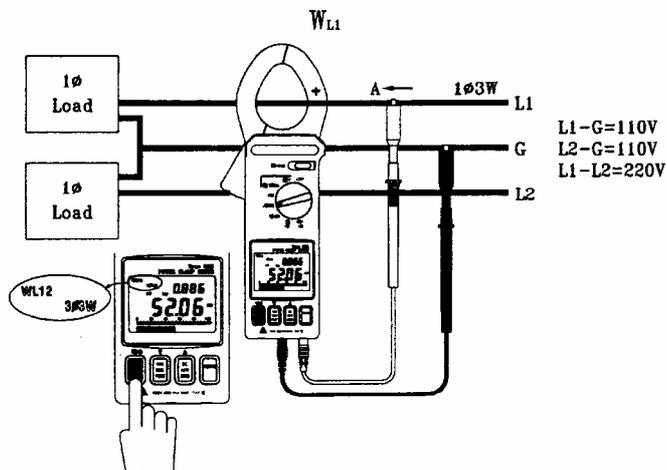

Рис. 11
2. Измерение мощности  $W_{RS(L1G)}$  (см. рис. 11)